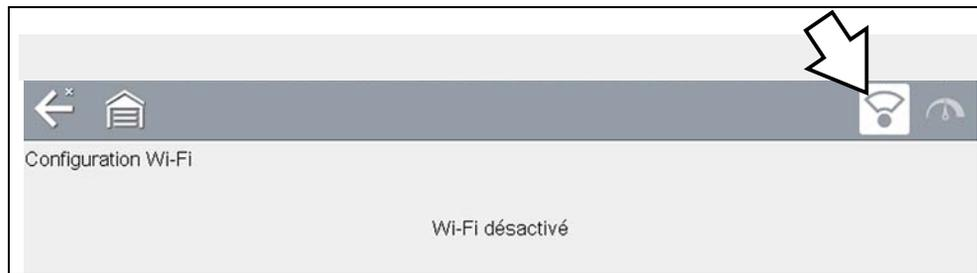

Figure 13-1
2. Sélectionnez l'icône **Wi-Fi**  pour activer le Wi-Fi (Figure 13-1).